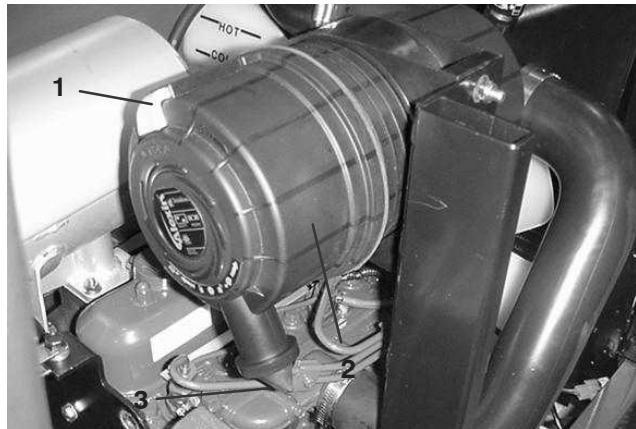

Bild 44
- Ziehen Sie den Verschluss nach außen und drehen Sie die Luftfilterabdeckung nach links (Bild 44).
- Setzen Sie die Abdeckung auf. Das Gummiauslassventil (Bild 44) sollte nach unten zeigen, ungefähr zwischen 17 und 19 Uhr vom Ende gesehen.